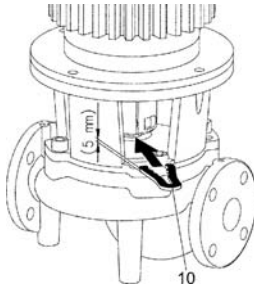

Fig. 19: Nasadiť montážnu vidlicu
- Montážnu vidlicu (Fig. 19, Poz. 10) zasuňte medzi medzikus a spojku. Montážna vidlica musí sedieť bez vôle.